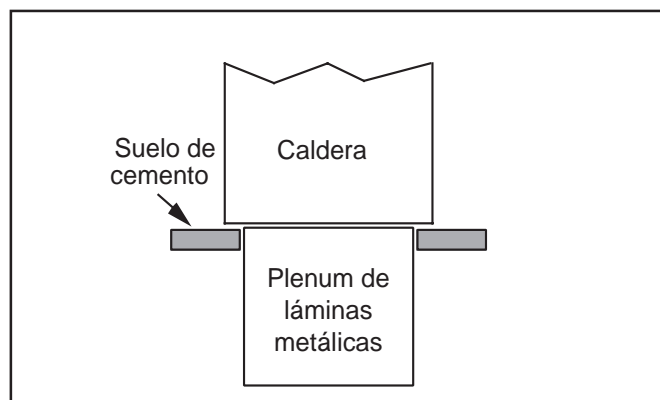

Figura 3. Colocación de la caldera sobre una estructura de cemento
2. Colocar el plenum y la caldera, como se muestra en la figura 3.